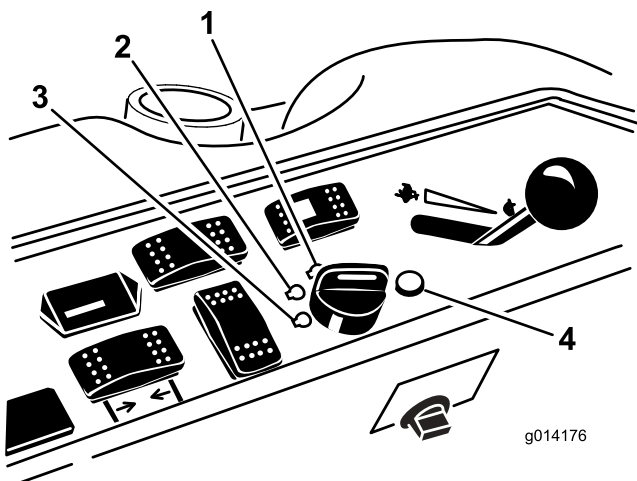

Bild 22
6. Drehen Sie den Zündschlüssel nach rechts in die LAUF-Stellung (Bild 22).